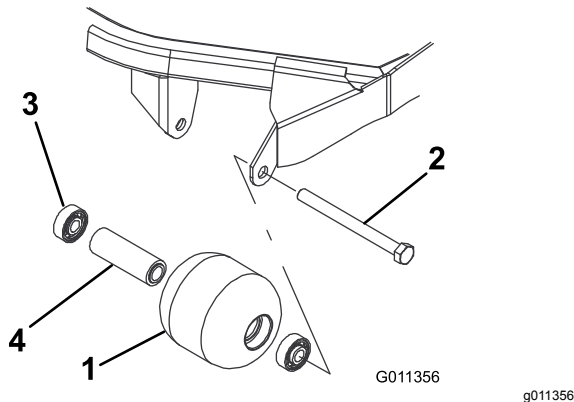

Bild 73
1. Entfernen Sie die Rollenbefestigungsschraube (Bild 73).
1. Drücken Sie das erste Lager in das Rollengehäuse (Bild 73). Drücken Sie dabei nur auf den äußeren Ring oder gleichmäßig auf die inneren und äußeren Ringe.
2. Setzen Sie ein Distanzstück ein (Bild 73).
3. Drücken Sie das zweite Lager in das Rollengehäuse (Bild 73). Pressen Sie dabei gleichmäßig auf den inneren und den äußeren Ring, bis der innere Ring das Distanzstück berührt.
4. Prüfen Sie das Rollengehäuse, die Lager und das Distanzstück auf Beschädigungen (Bild 73). Tauschen Sie beschädigte Teile aus und bauen Sie alles wieder zusammen.